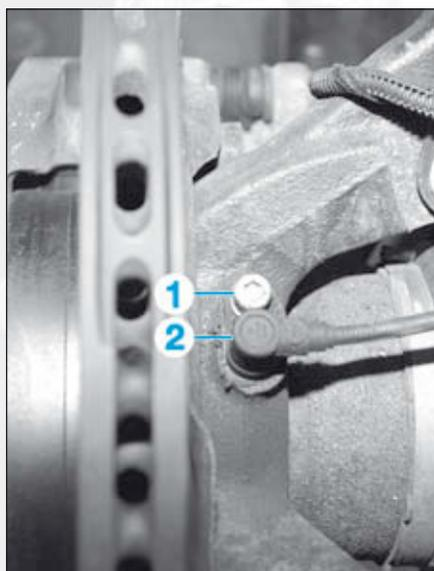

FIG.12
- la vis (1) du capteur de vitesse de roue (2) et l'extraire du pivot (Fig.12),